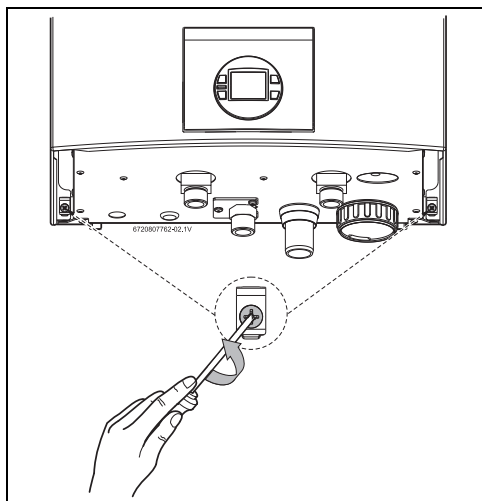

Fig. 23 Viti per lo sgancio del mantello
- ▶ Svitare le due viti presenti nella parte posteriore dell'apparecchio (Fig. 23) per poter rimuovere il mantello.
- ▶ Rimuovere il pannello frontale dell'apparecchio (Fig. 23 e 24).